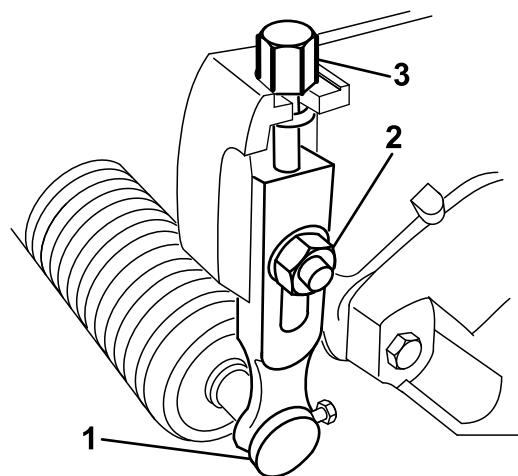

Figura 10
1. Afloje las contratuerzas que sujetan los brazos de la altura de corte a las chapas laterales de la unidad de corte (**Figura 10**).